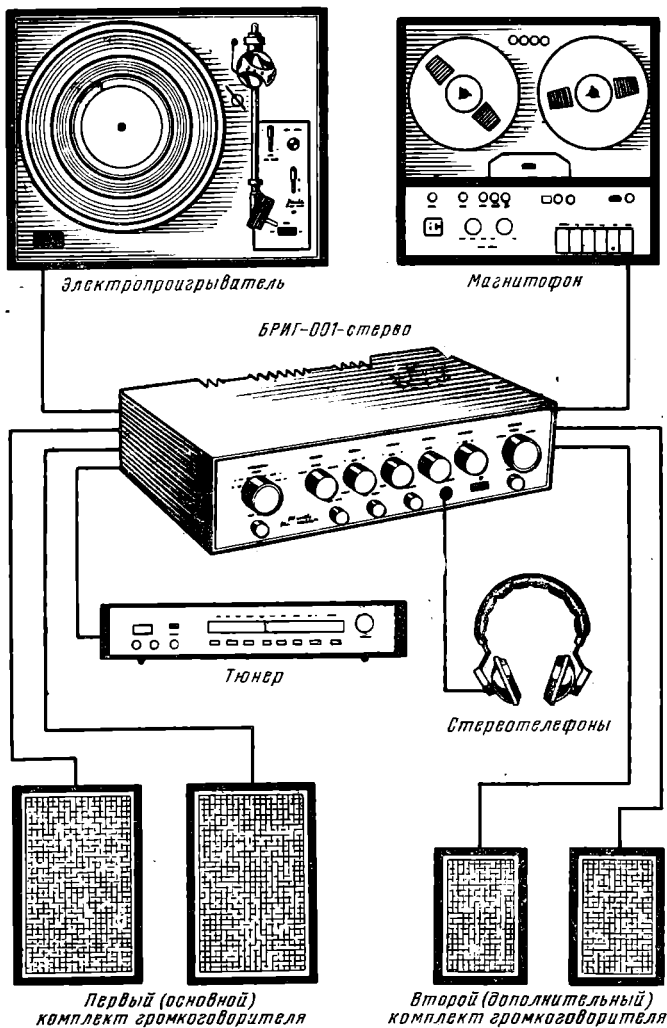

Рис. 5.24. Схема подключения аппаратов к УКУ «Бриг-001-стерео»
На задней стенке находятся гнезда с обозначениями подключаемых к УКУ источников НЧ сигналов (рис. 5.24): 1 — TUNER — тюнер; 2 — TAPE — магнитофон или магнитофонная панель; 3 — MIC — микрофон (стереомикрофон); 4 — AUX1, AUX2 — ЭПУ с пьезокерамической головкой звукоснимателя, дополнительный магнитофон в режиме воспроизведения и другие источники с высоким уровнем выходного сигнала; 5 — PHONO — ЭПУ с магнитной головкой звукоснимателя; 6 — GAIN — переключатель усиления: положение LOW соответствует номинальной чувствительности входов, HIGH — позволяет использовать источник с пониженным уровнем выходного сигнала; 7 — PREAMP.OVT, AMP VU — входы предварительного усилителя мощности, вынув вилку-соединитель, можно подключить вспомогательные фильтры ревербератора и т. д.; 8 — SPEAKER SYSTEM 1 — громкоговорители правого (R) и левого (L) основного комплекта; SYSTEM 2 — дополнительный комплект; 9 — SUPPLY — сетевой шнур; 10 — FUSE — переключатель напряжения сети и предохранитель; 11 — OUTLET — гнездо для электропроигрывателя или другого источника НЧ сигнала.